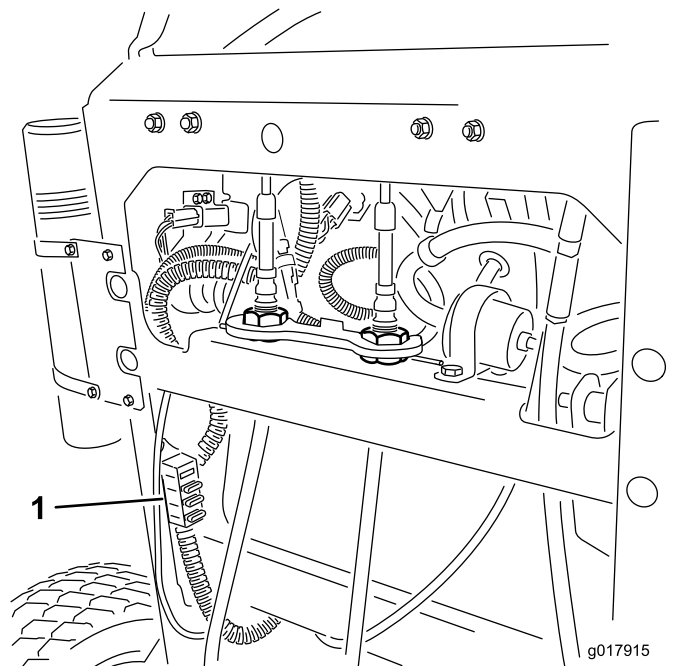

Figura 55
2. Tire hacia fuera del fusible para retirarlo o cambiarlo (Figura 55).
**Nota:** Asegúrese de que instalar un fusible del tamaño correcto (Figura 55).